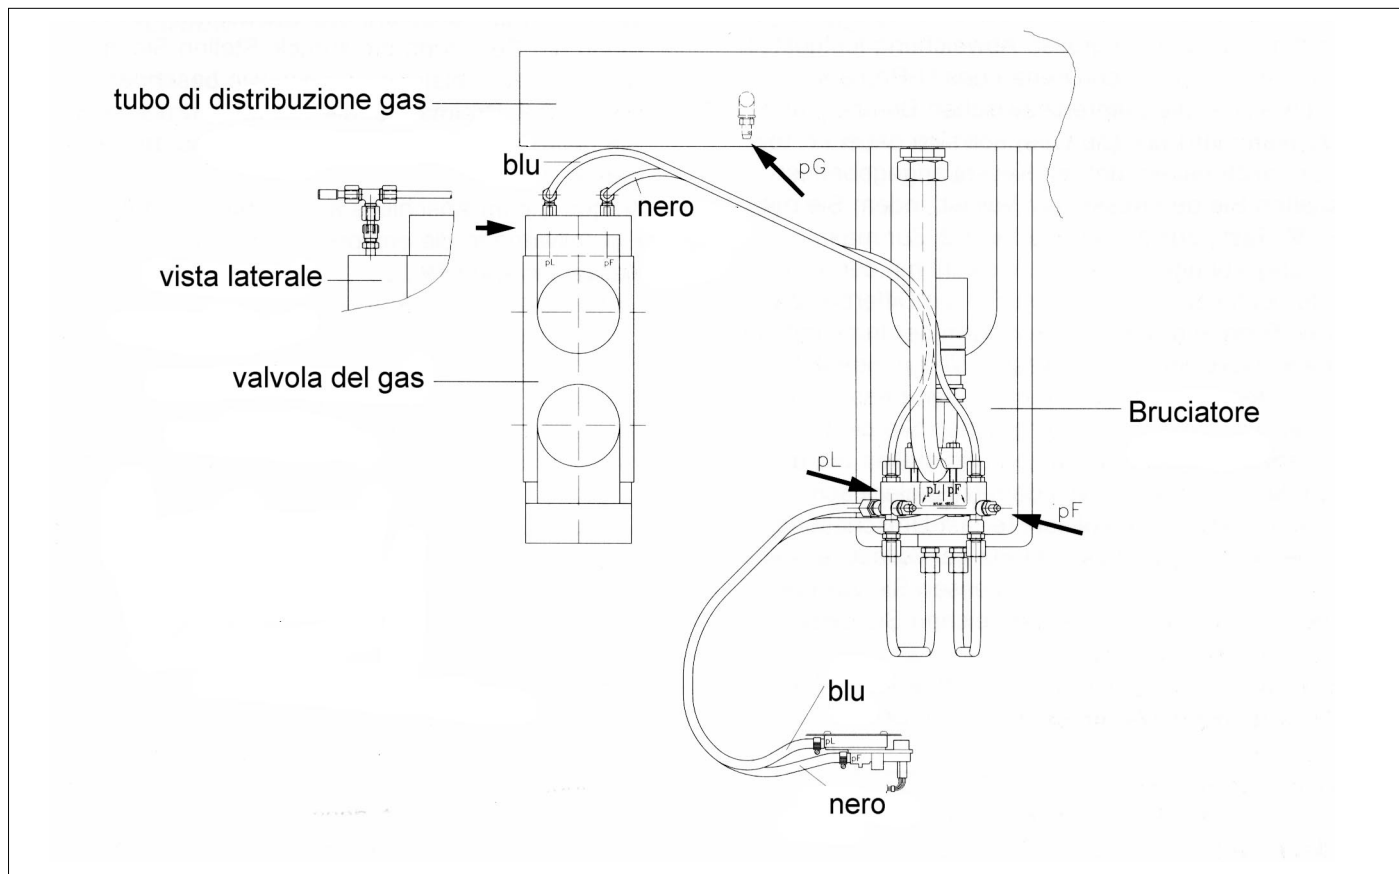
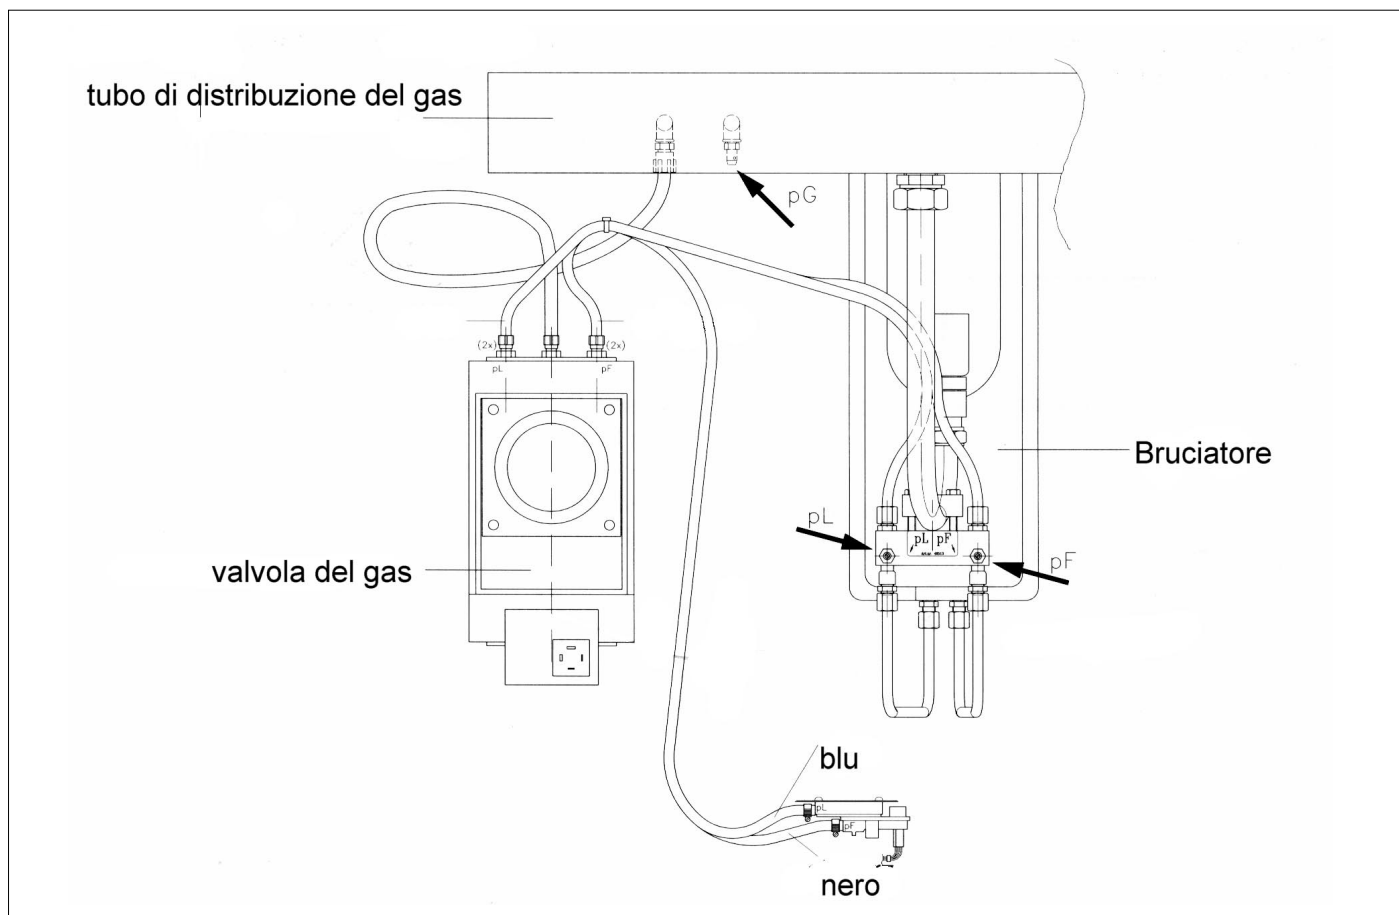

Fig. 15: Punti di misurazione della differenza di pressione caldaia a 7 e 9 elementi
Fig. 16: Punti di misurazione della differenza di pressione caldaia da 11 a 19 elementi
14. Controllare la pressione d'apertura della valvola del gas. Collegare un misuratore della differenza di pressione nei punti di misura pG e pL (vedere fig. 15 per caldaie con 7 e 9 elementi e fig. 16 per caldaie con 11 - 19 elementi). Aprire il rubinetto centrale del gas e sfiatare completamente il tubo del gas. Togliere il trasmettitore di accensione dall'elettrodo di accensione. Premere alcune volte il tasto \uparrow fino ad accedere al menù con selezione "Regolazioni di servizio" e scegliere questa opzione.
16. Per il controllo ed un'eventuale postregolazione del contenuto di CO₂ nel gas combusto e del carico occorre misurare la differenza tra la pressione del bruciatore e la pressione della camera di miscelazione (Δp gas) tra i punti di misura pL e pG (vedere fig. 15 per caldaie con 7 e 9 elementi e fig. 16 per caldaie da 11 a 19 elementi). Confrontare i valori misurati con il valore riportato sulla targhetta adesiva della caldaia. Se il valore misurato è diverso dal valore della tabella, è possibile rettificarlo, spostando il regolatore V (fig. 17 e 18); il regolatore V si trova sulla valvola combinata del gas.